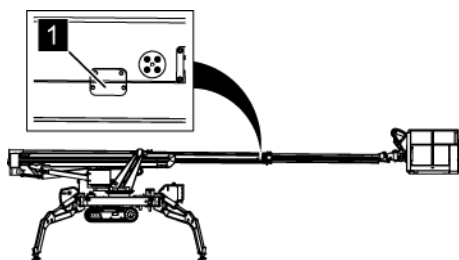

Abb. 230: Wartungsdeckel Oberarm
9. Wartungsdeckel (Abb. 230/1) von der Wartungsöffnung auf beiden Seiten des Oberarms entfernen.
11. Oberarmausschub nur so weit einteleskopieren, dass die Wartungsdeckel (Abb. 230/1) noch montiert werden können.
12. Wartungsdeckel (Abb. 230/1) auf beiden Seiten des Oberarms montieren.